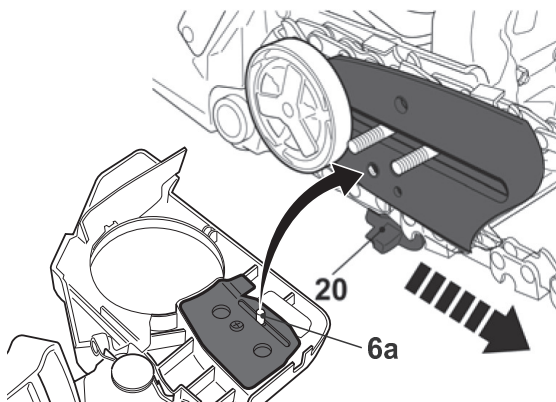

Fig. 7
- > Tire con cuidado de la barra guía (4) hacia la derecha para pretensar la cadena de la sierra (3) (Fig. 7).